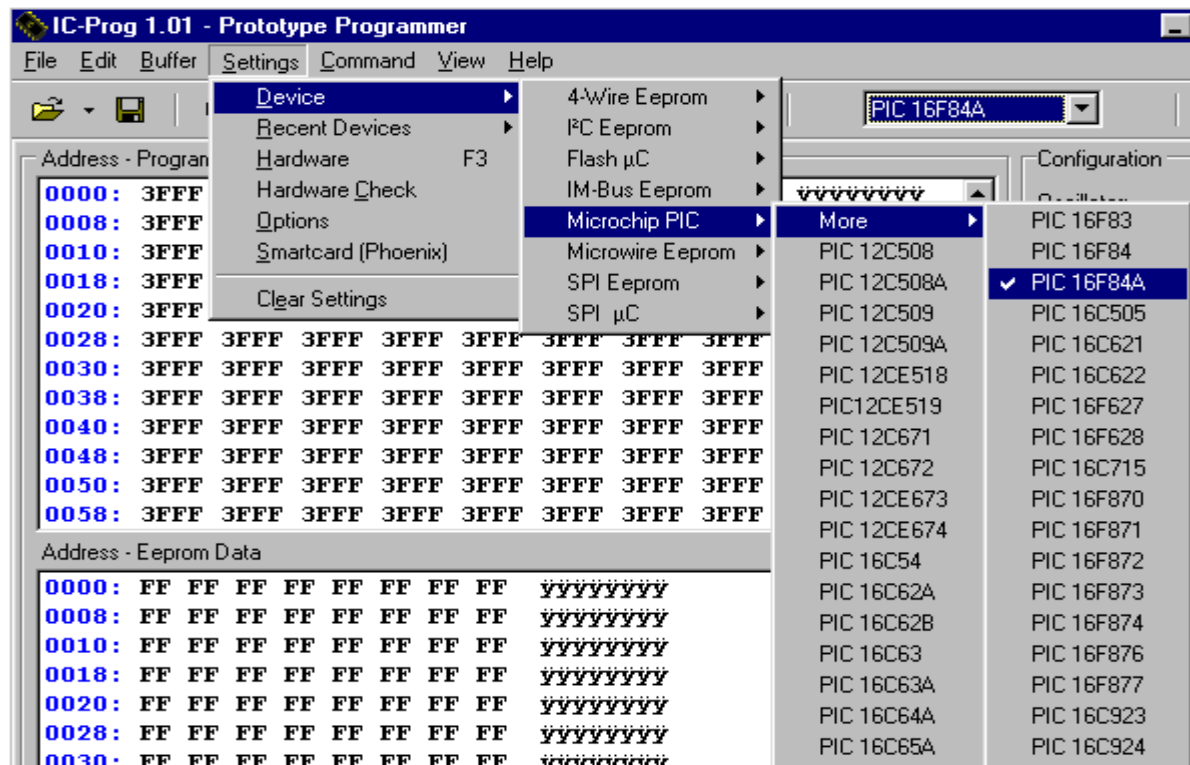

Figure 4
- Sélectionnez ensuite le composant qui vous intéresse (dans notre exemple ce sera le pic 16f84A) Figure 4